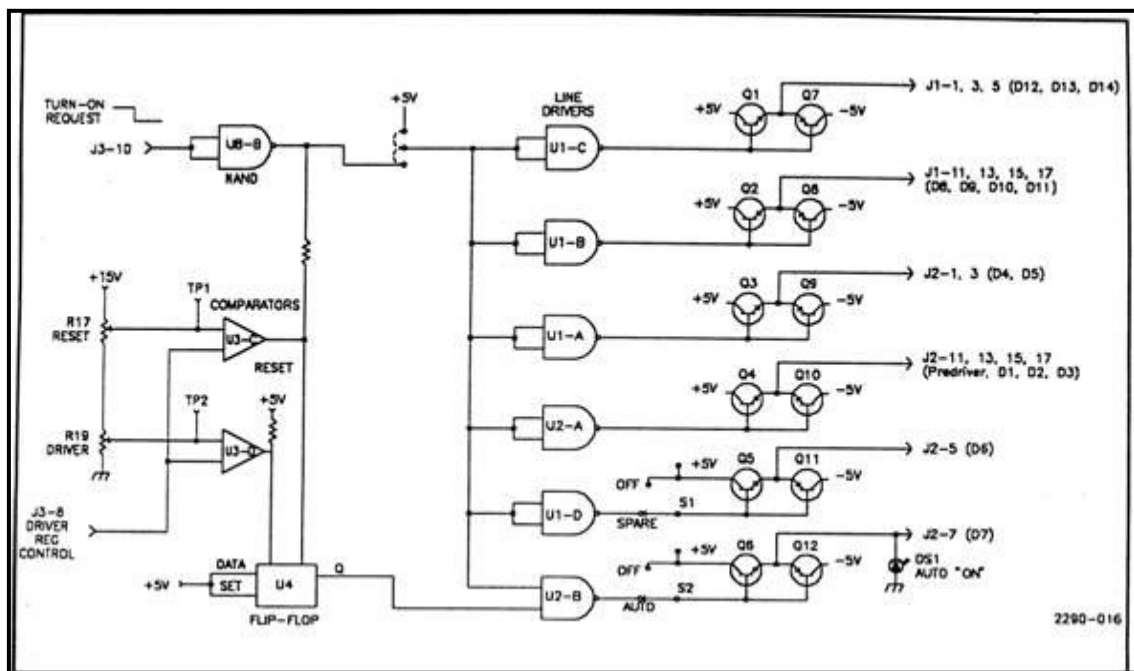

FIGURA 2.7.2 Diagrama a Bloques del Codificador de Temperatura.
1. Cuando el botón de *Baja*, *Media* o *Alta* potencia del transmisor es pulsado, una señal activa en nivel Bajo, de "encendido", se alimenta de la Tarjeta LED a la entrada de una compuerta NAND, la cual sale en nivel Alto de la misma y entra a los excitadores en línea U1-A, B, C y D, U2-A y en una entrada de U2-B. La conexión de los pares de transistores Q1-Q7, Q2-Q8, Q3-Q9, Q4-Q10, Q5-Q11 y Q6-Q12 proveen un voltaje positivo en el emisor de los transistores NPN cuando el voltaje de base es positivo ó un voltaje negativo en el emisor de los transistores PNP cuando el voltaje de base es negativo. Para referencias posteriores ver figura 2.7.2.